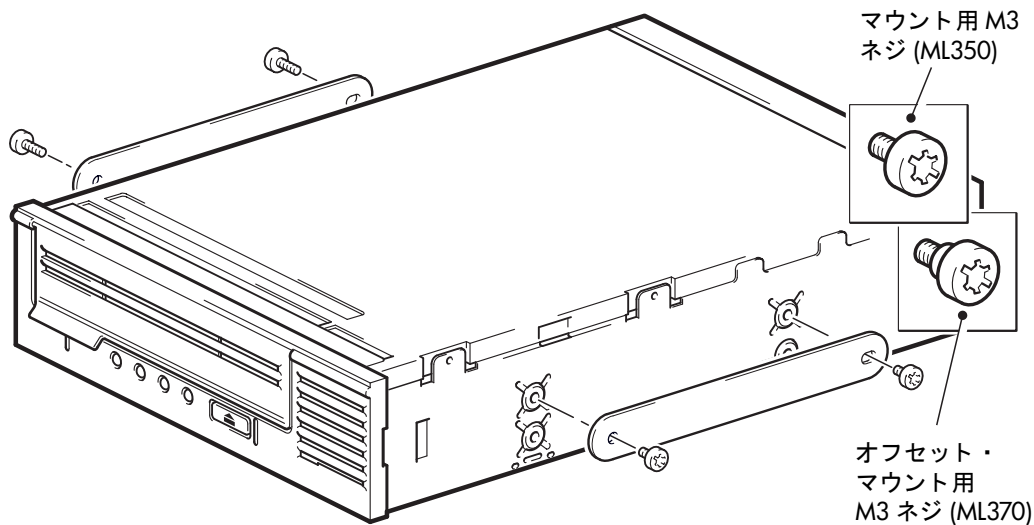

図 5b: 標準的な HP ProLiant 350 または 370 サーバで
- 1 Torx T8 ドライバを使用して正しいレールに取付けます。M3 ネジの別途購入が必要になる場合があります。図 5b のように、ネジを配置します。